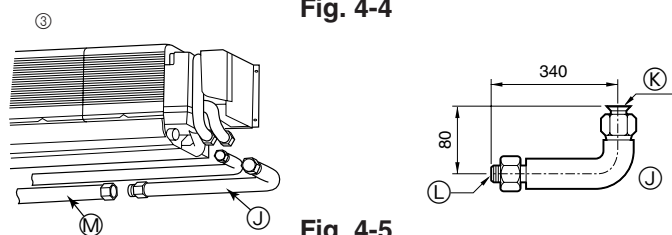

Fig. 4-5
- ③ L-образная соединительная трубка (для трубы для газа) (Fig. 4-5)
- Ⓐ 107 мм (60, 71), 102 мм (100)